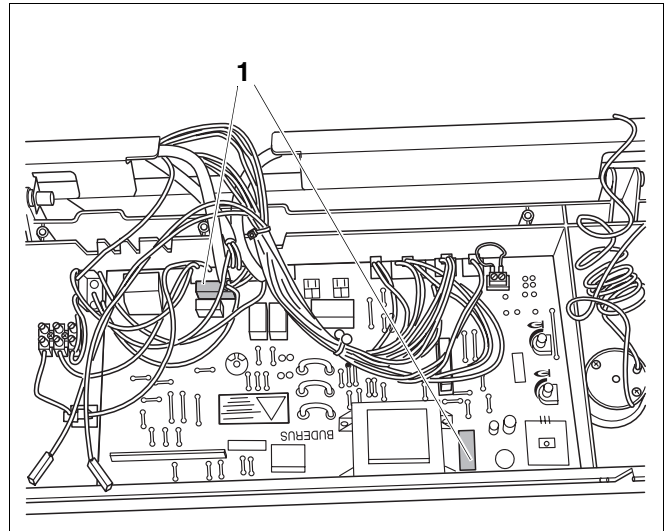

Fig. 15 Vérifier les fusibles faible densité
- Vérifier le passage par le fusible faible densité (fig. 15, pos. 1) ou effectuer une inspection visuelle. En cas de défaut, remplacer le fusible par un nouveau 1,0 AT.